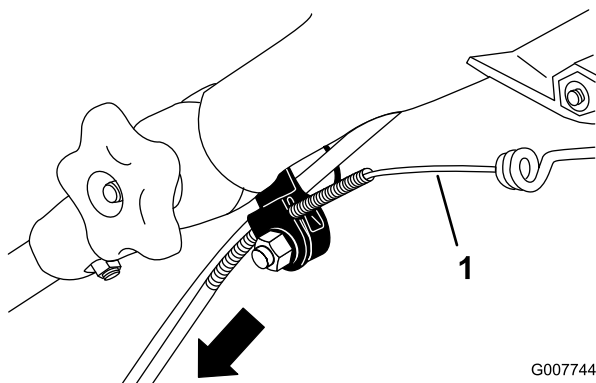

Bild 23
3. Ziehen Sie den Kabelmantel nach unten, bis der freigelegte Zug kein Spiel mehr hat (Bild 23).